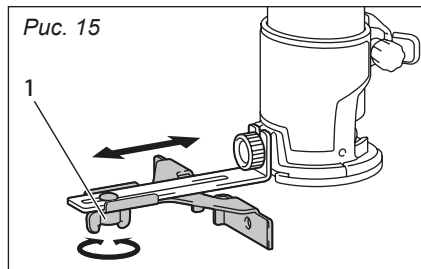

Рис. 15
- Отрегулируйте расстояние между фрезой и упором (рис. 15).